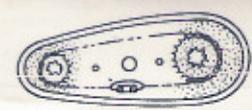

Fig. 6
- **Graissage de la chaîne intermédiaire du KS500R (fig. 6)**